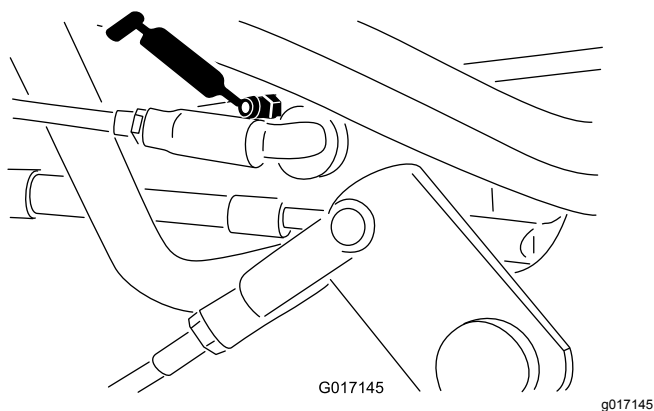

Figura 44
- Tiranteria del selettore di velocità (**Figura 43 e Figura 44**)